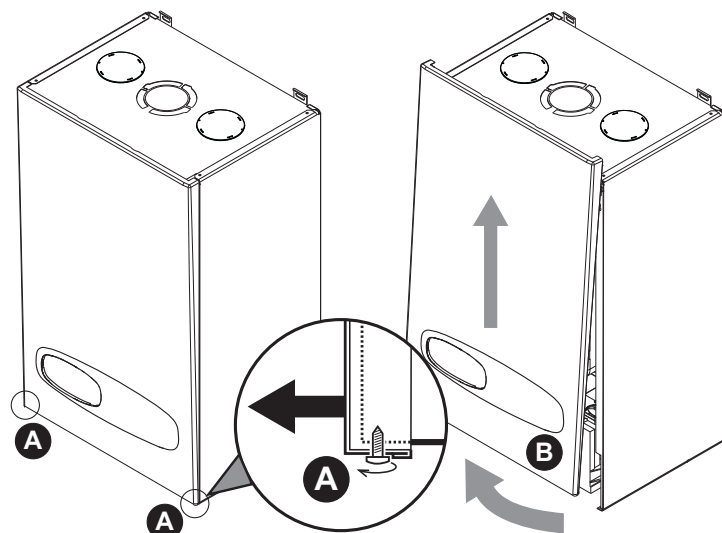

fig. 25 - Ouverture du panneau avant
- Dévisser partiellement les vis **A** (voir fig. 25).